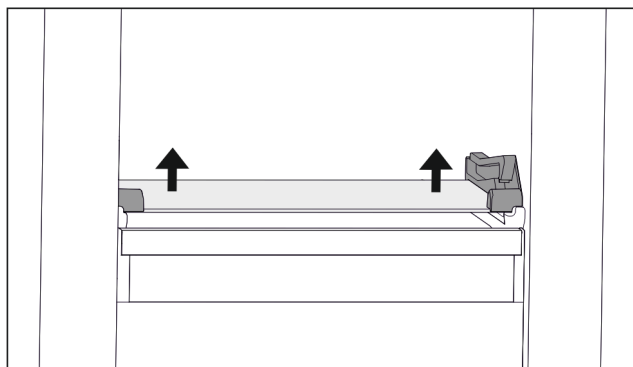

Fig. 107 Płyta szklana szuflady odchylanej
- ▶ Docisnąć płytę szklaną od dołu do góry po obu stronach. (patrz Fig. 107)